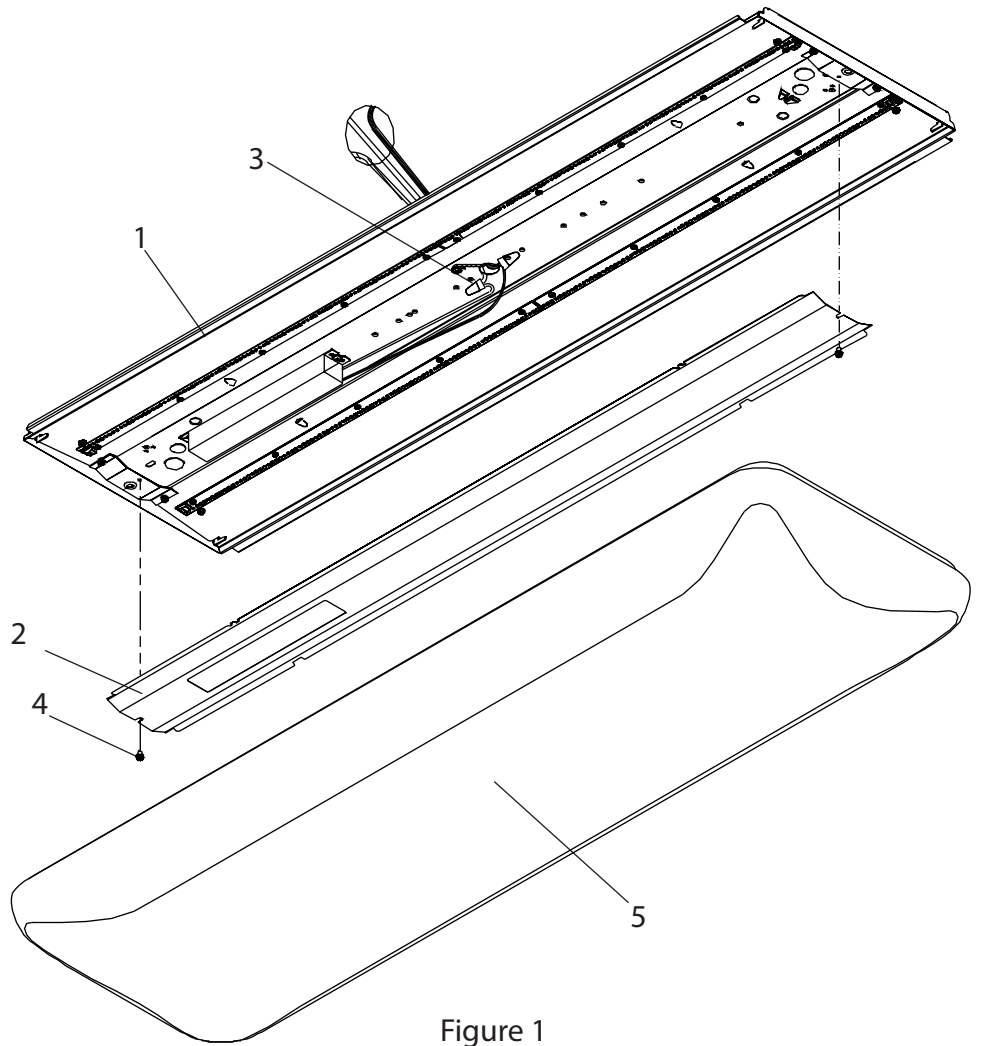

Figure 1
2. Remove (2) screws (4) securing the wireway cover (2) to the Fixture Housing (1) See Figure 1.
2. Retire (2) tornillos (4) que sujetan la cubierta de cable (2) al cuerpo del aparato (1) See Figure 1.
2. Supprimer (2) vis (4) de fixation du couvercle de chemin de câbles pour le logement Mobilier (1) Voir la Figure 1.